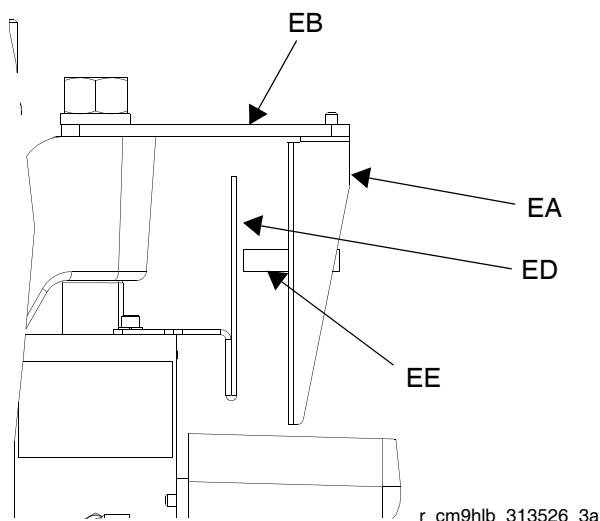

FIG. 10 : Systèmes d'alimentation S20
5. Pour les systèmes d'alimentation S20 : fixez l'actionneur (ED) sur la plaque de blocage du cylindre de l'élévateur de sorte que le capteur (EE) passe devant le support (ED) lorsque le tambour est presque vide ou que le tambour est vide. Consultez la FIG. 10.